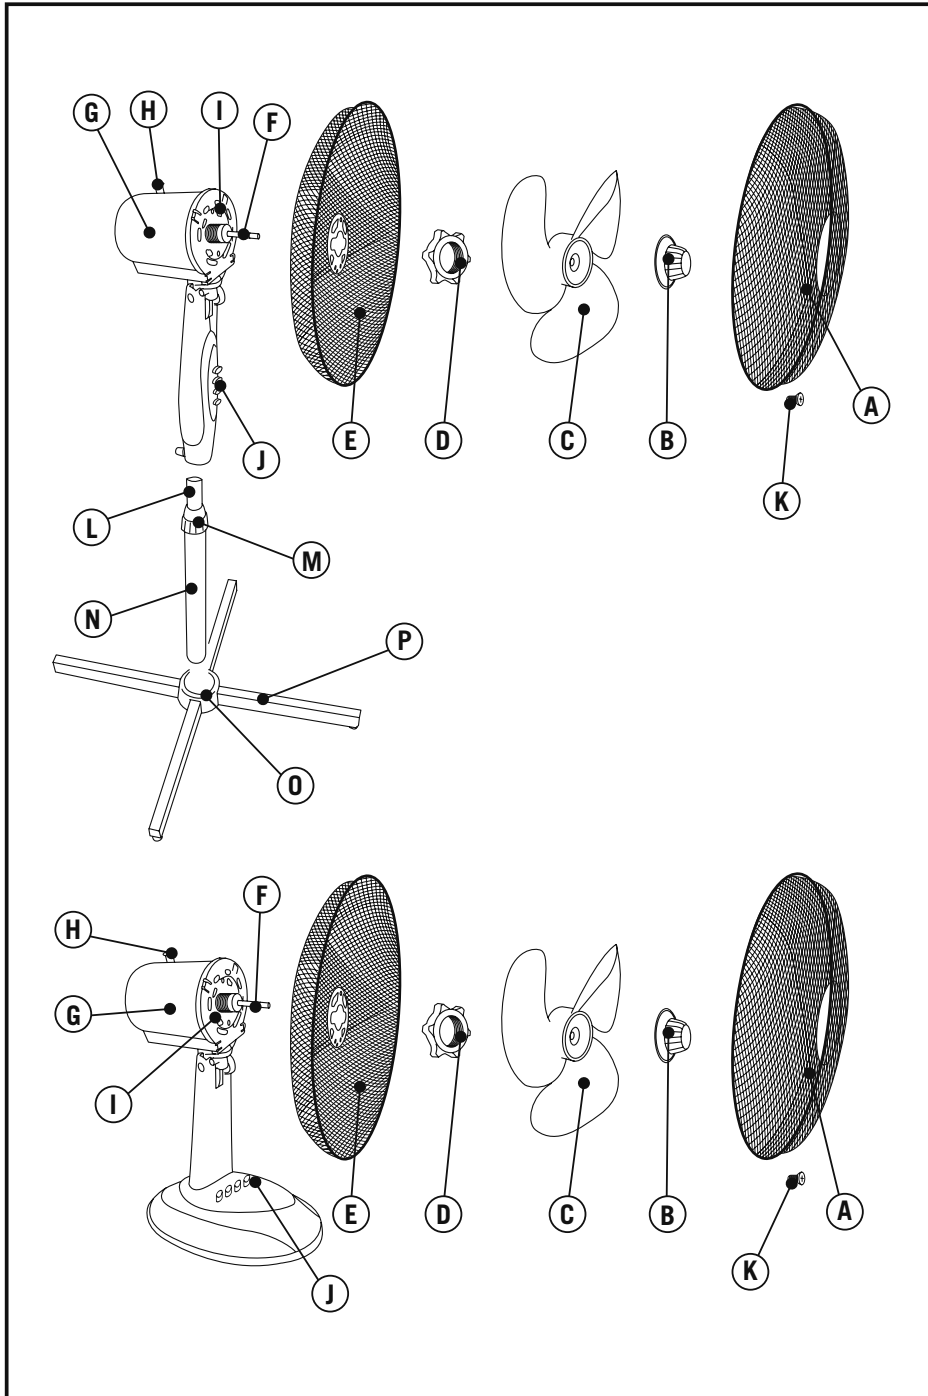

Fig. 1
- Fijar los pies base al cuerpo del aparato mediante los tornillos. (suministrados con el aparato) (Fig 1)